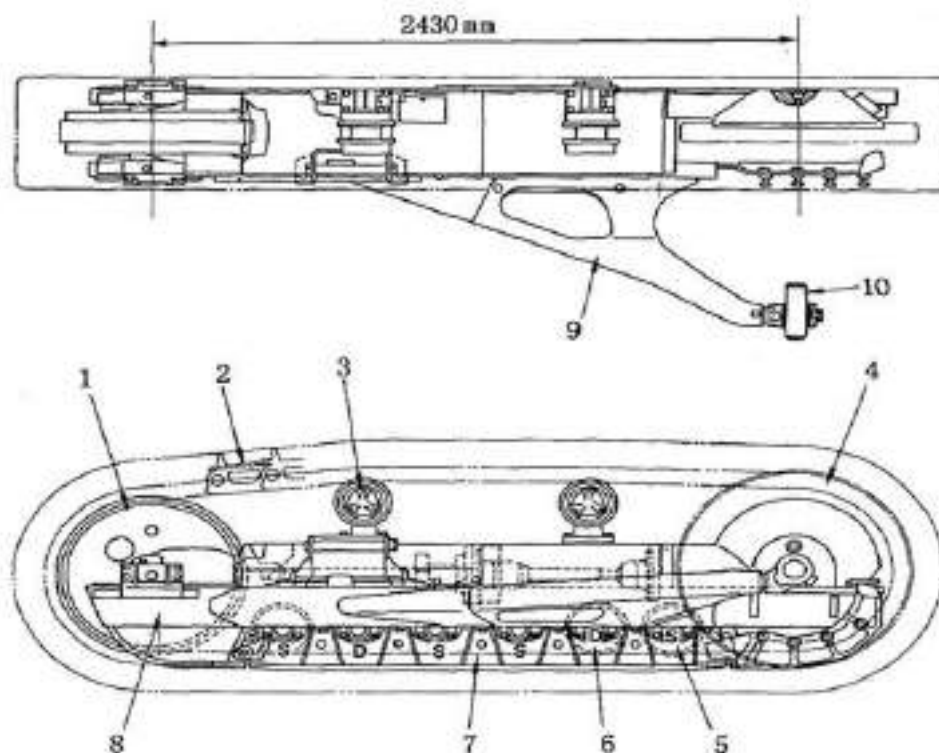

Рис. 5-39. Ходовая часть бульдозера модели SD16
5.10 Ходовая часть (Рис. 5-39, 5-40, 5-41)